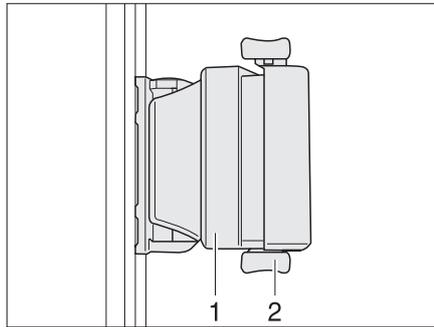

Bild 49 Schiebefenster mit Druckverriegelung
- Verriegelung (Bild 49,2) nach oben drücken.
- Griff (Bild 49,1) drücken und gleichzeitig nach vorn oder hinten schieben.